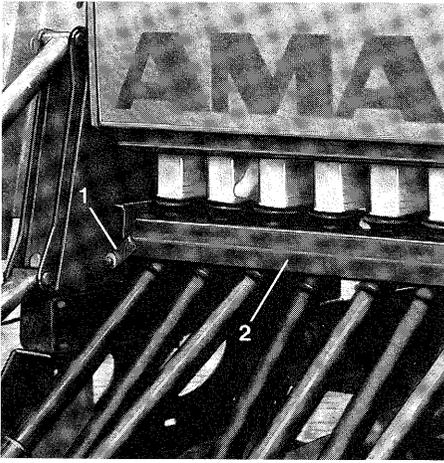
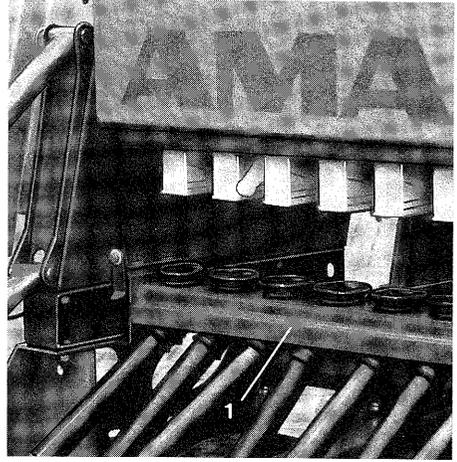

Fig. 49
Fig. 50
- Repousser les verrous (fig. 49/1) droit et gauche pour déverrouiller la barre porte-entonnoirs.
- Tirer la barre porte-entonnoirs (fig. 49/2) vers l'arrière et l'abaisser puis réintroduire ses rebords supérieurs dans les glissières comme indiqué sur la fig. 50.